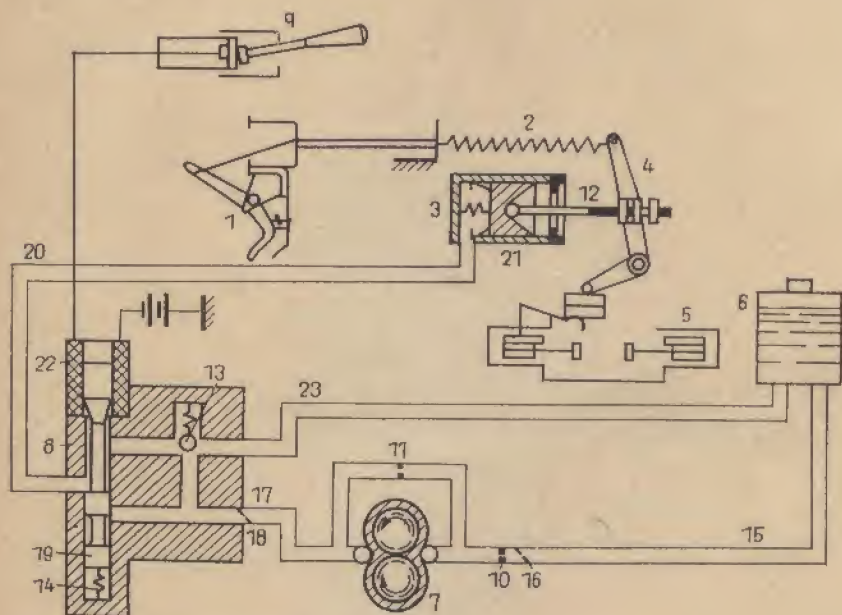

Abb. 93 Hycomat beim Gängwechsel
Während des Schaltens der Gänge (Abb. 93) muß der Hycomat schnell auskuppeln, damit sich der gewünschte Gang ohne Schwierigkeiten einlegen läßt. In den Schalthebel ist deshalb ein elektrischer Kontakt (9) eingebaut, der schon beim Antippen des Schaltgriffes geschlossen wird. Über diesen Kontakt erhält die Magnetspule (22) des elektromagnetischen Steuerventils (8) Strom und bewegt den Steuerkolben (19) gegen die Kraft der Druckfeder (14) nach unten. Der Steuerkolben verschließt den mit der Druckleitung (17) verbundenen Kanal